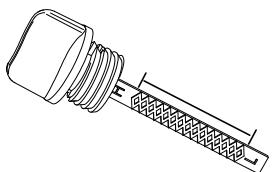

Figure 2-9. Plage de fonctionnement sûr
- Voir **Figure 2-9.** Retirez la jauge et vérifiez que le niveau d'huile se situe dans la plage permettant un fonctionnement sûr.